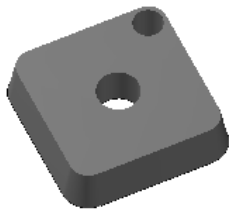

图 7.2.13 朝内拔模
- ☒ **朝外** 复选框：用于设置拔模方向相对于挤出轮廓为朝外，如图 7.2.12 所示；反之，则朝内，如图 7.2.13 所示。